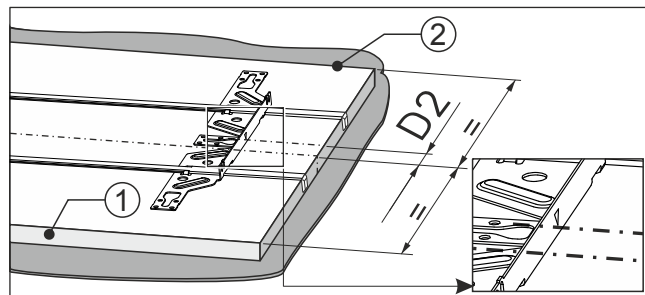

Fig. 92
- Markierung der Befestigungstraverse liegt auf der Markierung Fig. 92 (D2).